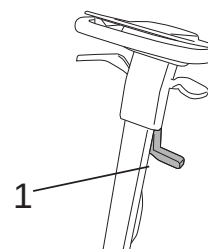

Fig.5
- Levante el secador de suelo con la palanca (Fig. 5-Ref. 1).